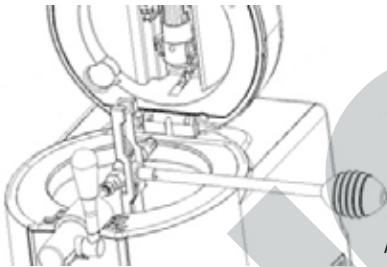

Abb. 11
13. Verbinden Sie die Anstecheinheit mit der Bierleitung, achten Sie aber darauf, dass das Anstechrohr seitlich aus dem Gerät ragt, wie in der Abb.11 zu sehen.